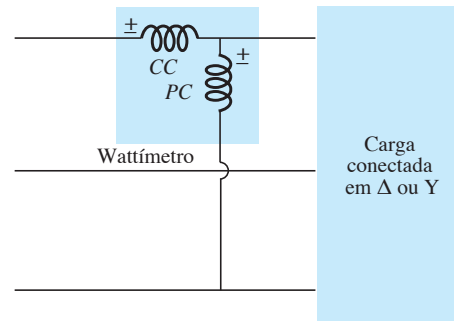

Figura 23.49 Problema 46.
- 46. a) Considerando o sistema de três fios mostrado na Figura 23.49, indique as conexões corretas de um segundo wattímetro para que seja possível mediar a potência média total fornecida à carga.